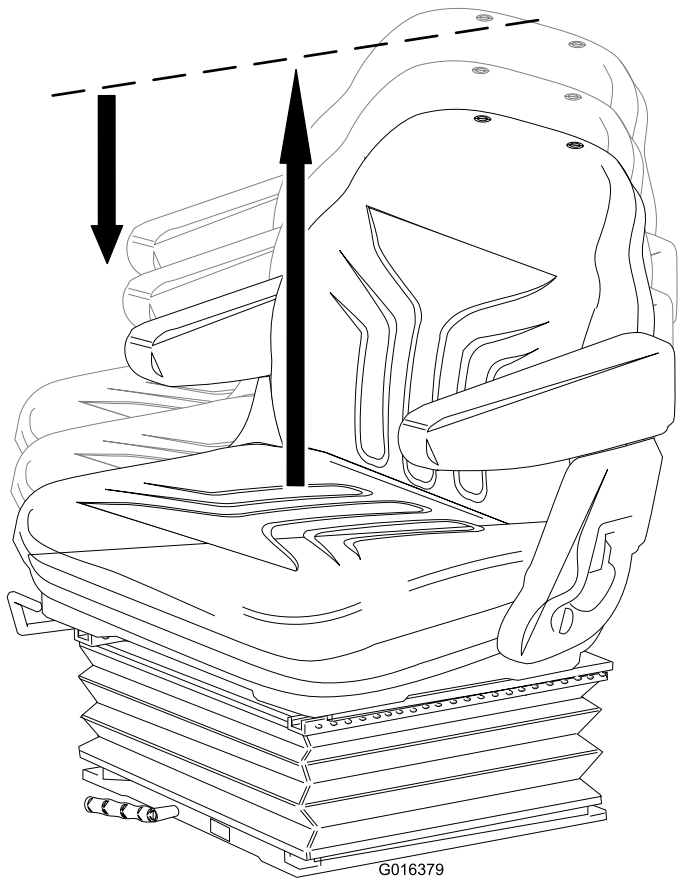

Figura 24
- **Ajuste de altura:** Levante el asiento manualmente para ajustar su altura. Para bajar el asiento, levántelo más allá de su posición más alta, y deje que baje a la posición de altura mínima (Figura 24).